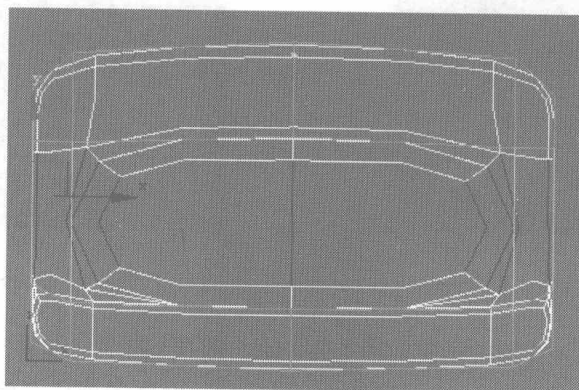

图 6.499
- 09 在 Front 视图中框选如图 6.499 所示的边线，在 Edit Edges 卷展栏中单击 **Connect** 右侧的小按钮，在弹出的对话框中设置参数，为其添加两条细分线。